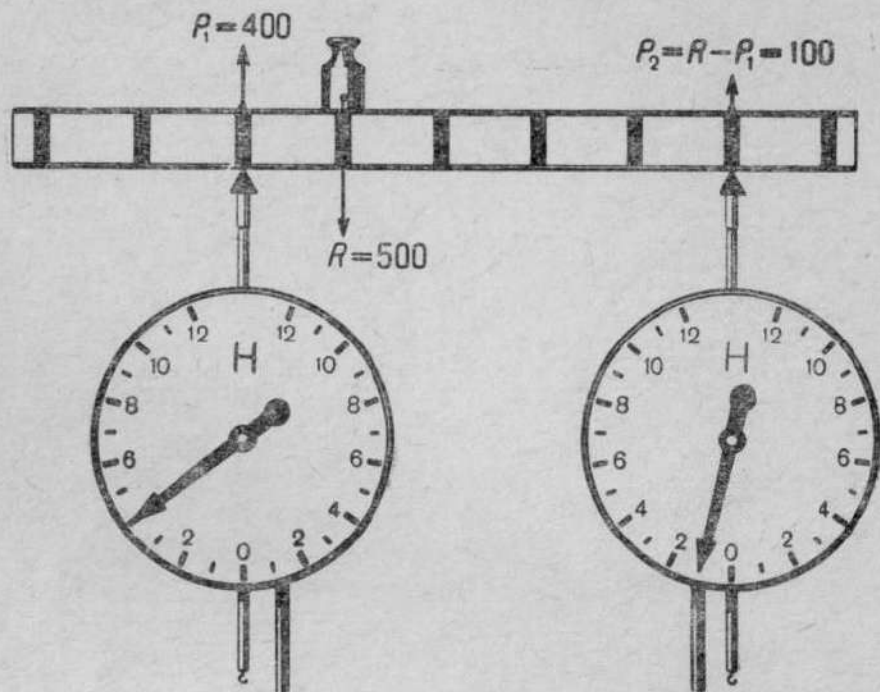

Рис. 6.
1. *Определение реакции балки, лежащей на двух опорах.* Опыт проводится с двумя динамометрами, установленными на двух физических штативах (рис. 6). На оси динамометров насаживают приз-